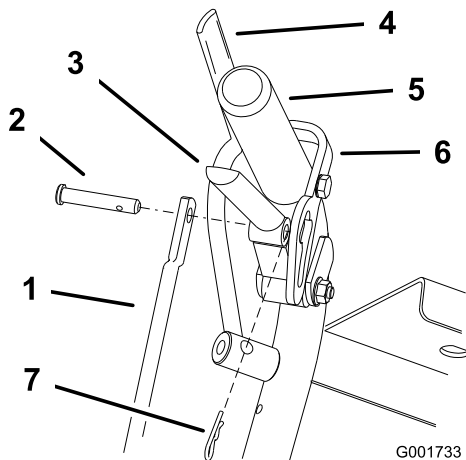

Figura 41
- Ajuste la longitud de la varilla de control soltando la palanca de avance y retire el pasador de horquilla y el pasador. Gire la varilla en el acoplamiento (Figura 41).
- Coloque el pasador en la palanca de avance (Figura 41).
- Instale el pasador de horquilla entre las palancas de avance y los cierres de bloqueo de punto muerto e introdúzcalo en el pasador (Figura 41).